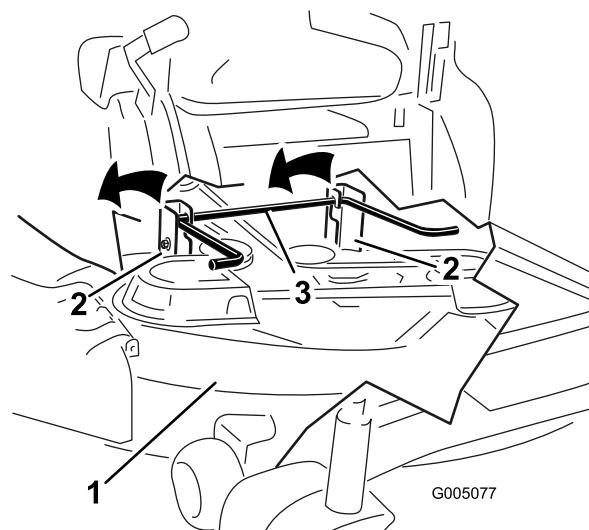

Figure 69
7. Soulevez et enlevez le plateau de coupe et les supports de la tige de levage arrière et abaissez la tondeuse au sol avec précaution (Figure 69).
5. Soulevez l'arrière du plateau de coupe et guidez les supports sur la tige de levage arrière (Figure 69).